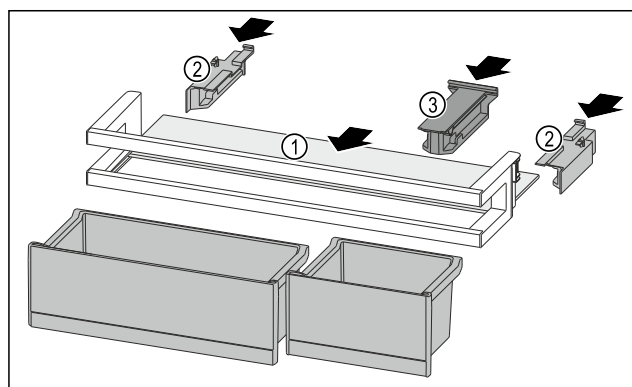

Fig. 205
- Umetnite policu Fig. 205 (1) u bočna udubljenja.
- Umetnite bočne dijelove Fig. 205 (2).
- Umetnite pridržni dio Fig. 205 (3).